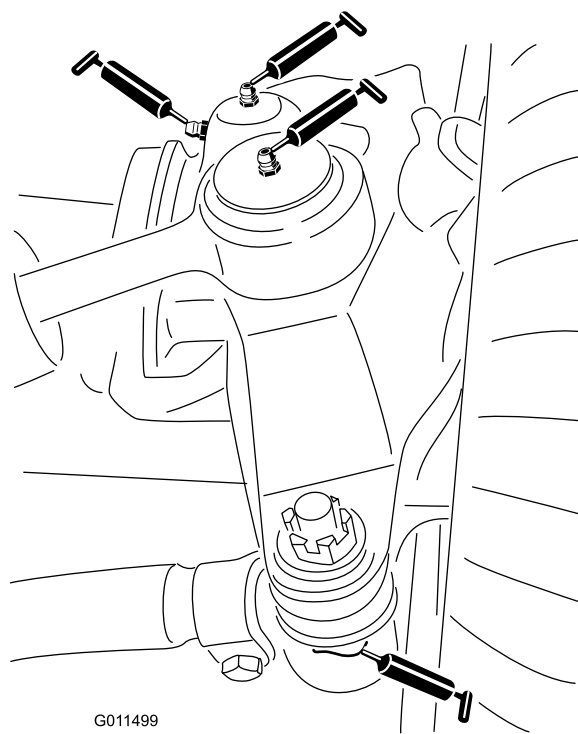

図 37
- ・ ステアリングシリンダのボールジョイント2ヶ所 図 37
- ・ タイロッドのボールジョイント2ヶ所 図 37
- ・ キングピンのブッシュ2ヶ所 図 37。